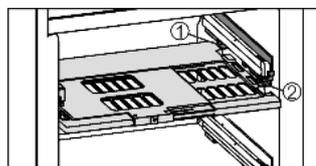

Fig. 15
- Introduire la plaque de régulation de l'humidité : insérer les travers du couvercle de la plaque par le bas dans le support arrière Fig. 15 (1) et encliqueter devant dans le support Fig. 15 (2).